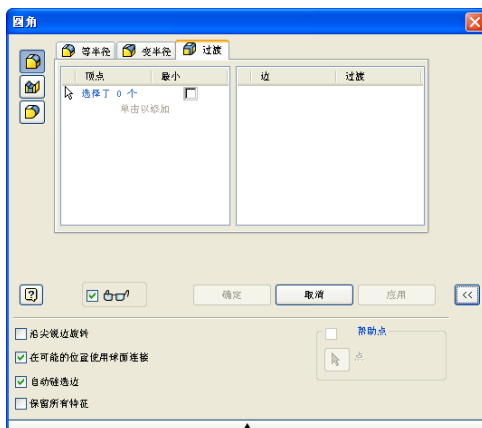

图 3-33 “过渡”对话框
③ 过渡圆角: 指相交边上的圆角连续地相切过渡, 要创建变半径的圆角, 可选择【圆角】对话框上的【过渡】选项卡, 此时【圆角】对话框如图 3-33 所示。首先选择一个两条或更多要创建过渡圆角边的顶点, 然后在依次选择边即可, 此时会出现圆角的预览, 修改左侧窗口内的每一条边的过渡尺寸, 最后单击确定即可完成过渡圆角的创建。